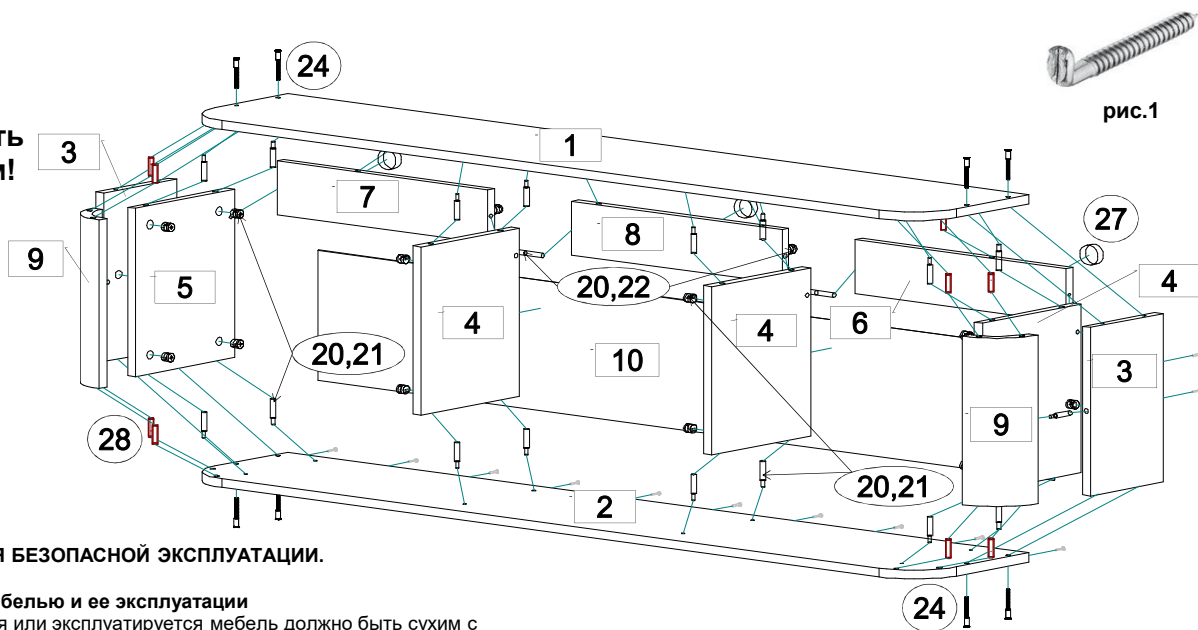

рис.1
**Рекомендуем для крепления к стене использовать крючок резьбовой (рис.1).**